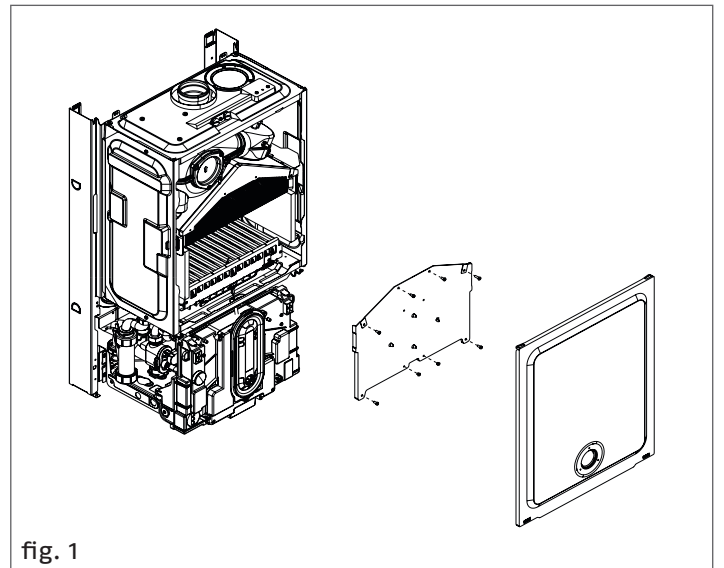

fig. 1
- Rimuovere il coperchio anteriore della cassa aria agendo sui ganci (fare leva con un cacciavite) (fig. 1)
- Rimuovere la parete anteriore della camera di combustione svitando le viti di fissaggio (fig. 1)
- Rimuovere la parete anteriore della camera di combustione (A) svitando le viti di fissaggio (fig. 1)
- Scollegare i tubetti di silicone (B), il cablaggio del pressostato e quello del ventilatore
- Togliere le viti di fissaggio (C) del pressostato alla cassa aria e rimuoverlo
- Svitare le viti che fissano la cappa (D) e il deflettore (E) alla cassa aria
- Rimuovere la fascetta di collegamento (F) tra ventilatore e unità condensante
- Svitare le viti che fissano il ventilatore (G) alla cappa (D)